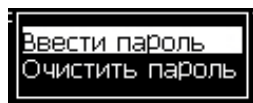
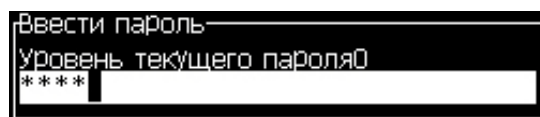

Рисунок 4-2: Ввод пароля
Рисунок 4-3: Пароль уровня доступа “0”
- 2 Нажмите кнопки *“Alt + w”*. Выберите опцию *“Enter Password”* (ввод пароля) (смотрите Рисунок 4-2), и нажмите кнопку *“Enter”* (ввод). Появится окно *“Enter Password”* (ввод пароля) (смотрите Рисунок 4-3).